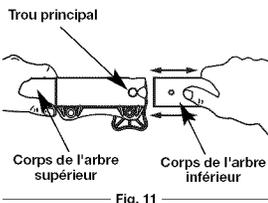

Fig. 11
- Tenez fermement le corps de l'arbre supérieur et retirez l'accessoire de coupe ou autre du coupleur EZ-Link^{MC} (Fig. 11).